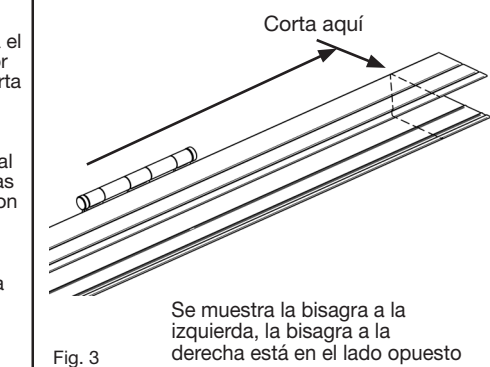

Fig. 3
**Nota:** Usa la cinta de enmascarar alrededor del canal donde se hará la medición y el corte. (Esto reduce las raspaduras en el corte, y es fácil marcar una línea con cualquier tipo de bolígrafo (Fig. 3).